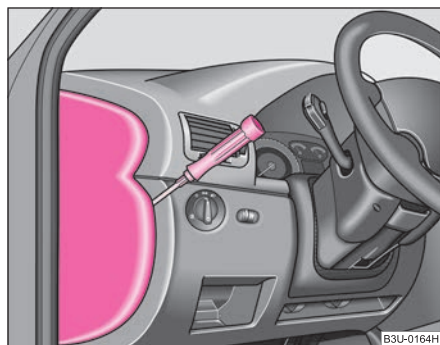

Fig. 201 Lado izquierdo del cuadro de instrumentos: Cubierta de fusibles
- Retire la tapa de los fusibles con un destornillador ⇒ fig. 201.